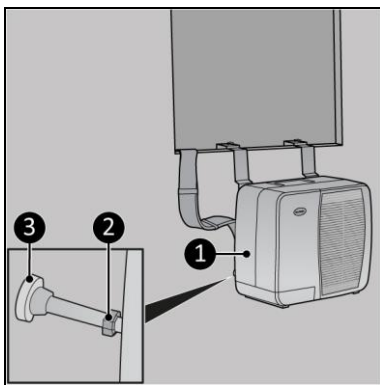

Figura 7
4. Assicurati che l'unità esterna (Figura 7, pos. 1) sia in piano serrando il dado (Figura 7, pos. 2) sul bullone di regolazione. Assicurati che il paracolpi (Figura 7, pos. 3) sia in posizione verticale.